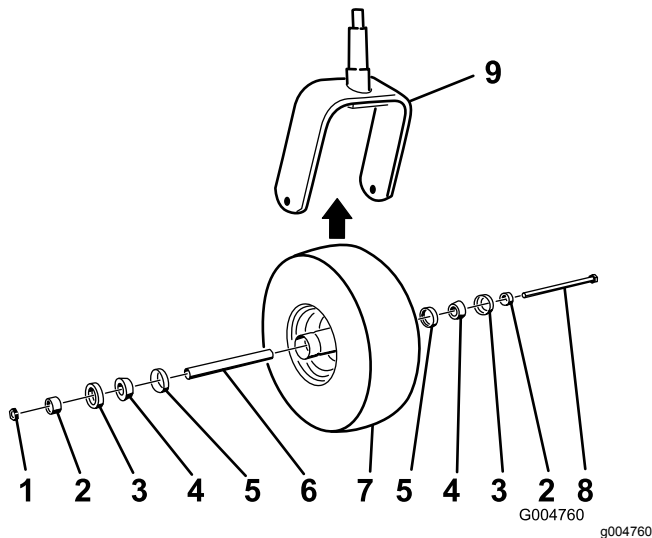

Figura 41
2. Retire la contratuerca del perno (Figura 41).
5. Ensamble la rueda giratoria presionando los cojinetes cónicos y las juntas, llenos de grasa, sobre el cubo de la rueda, según se muestra en Figura 41.